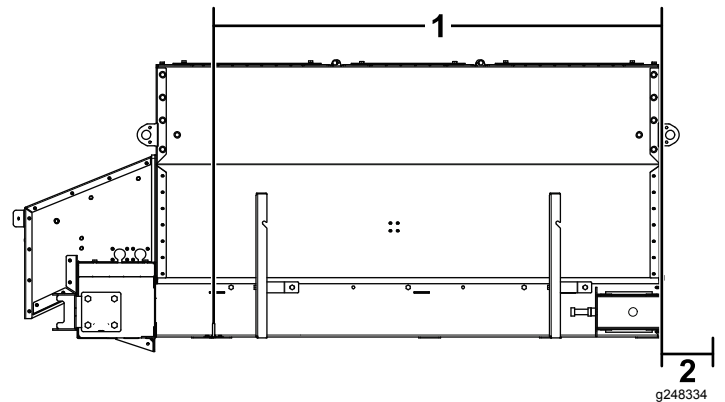

Figura 8
- Marque y perfore los taladros (7/16") de los anillos de amarre, empezando por los anillos de amarre más próximos a la cabina, como se muestra en la Figura 8. Los anillos laterales de la cabina se colocarán dentro del espaciador.